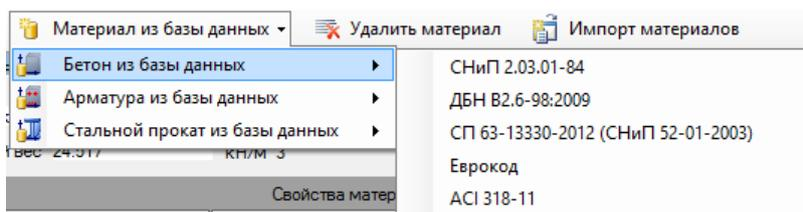

Рисунок 2.316 Список материалов из базы данных
• **Материал из базы данных** (кнопка  **Материал из базы данных** в редакторе материалов). В списке **Материал из базы данных** находятся такие типы материалов, как бетон, арматура и стальной прокат из базы данных, в выпадающем подменю приведен список доступных норм (рисунок 2.316).